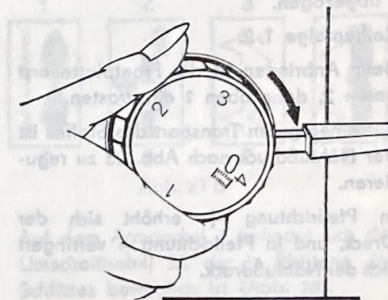

Abb. 21
16. Einstellen der Stichlänge (Abb. 21)